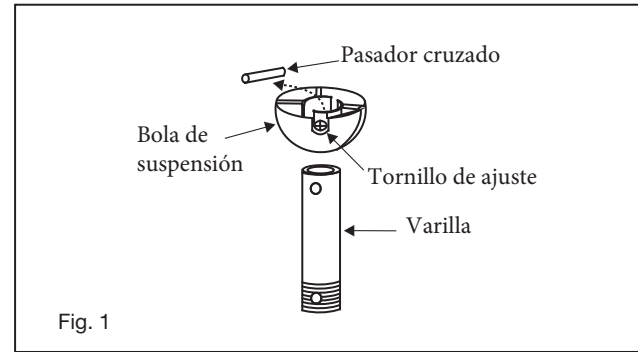

Fig. 1
- 2 Afloje los otros dos tornillos. (No quitar) (Fig.1)